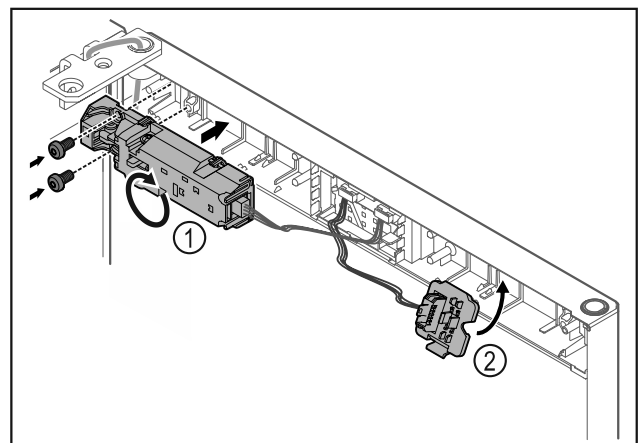

Fig. 23
- ▶ Fernschloss Fig. 23 (1) um 180° drehen und auf Gegenseite befestigen.
- ▶ Steckerhalterung Fig. 23 (2) auf Gegenseite einrasten.